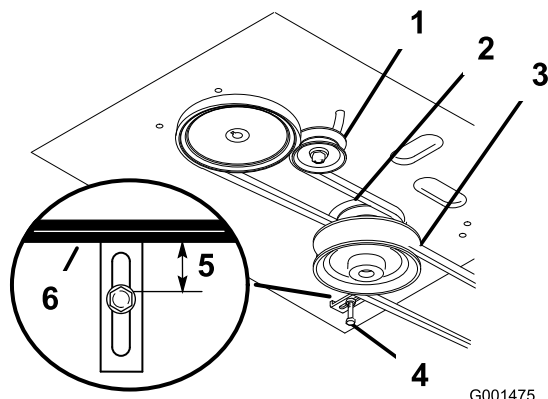

Figura 41
- Compruebe que la guía de la correa, situada debajo del bastidor del motor, está ajustada correctamente (Figura 41).
Nota: La distancia entre la guía de la correa y la correa del cortacésped debe ser de 19 mm (3/4 pulg.) cuando la correa del cortacésped está engranada (Figura 41). Ajuste la correa del cortacésped si es necesario. La correa no debe rozar ni salirse de la polea si las guías y la tensión de la correa están correctamente ajustadas.